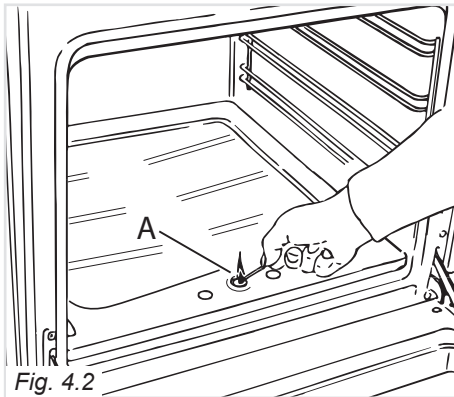

Fig. 4.2
2. Avvicinare un fiammifero acceso al foro centrale del piano del forno (fig. 4.2).
2. Avvicinare una fiamma al foro centrale "A" della base del forno (fig. 4.2).